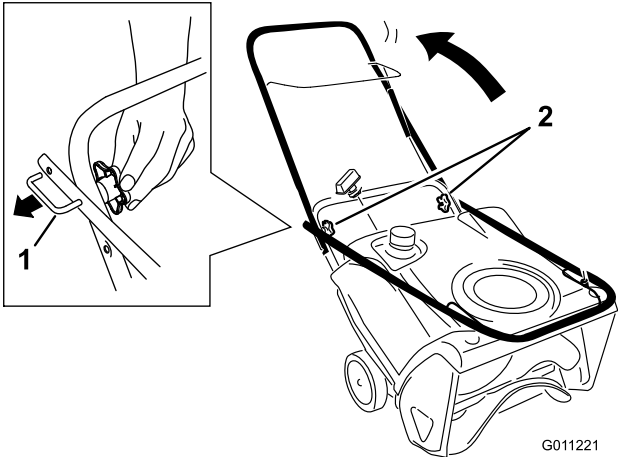

Figure 4
1. Desserrez les boutons du guidon, sortez les dispositifs de blocage en “U” jusqu'à ce que le guidon bouge librement, puis pivotez le guidon en position d'utilisation (Figure 4).